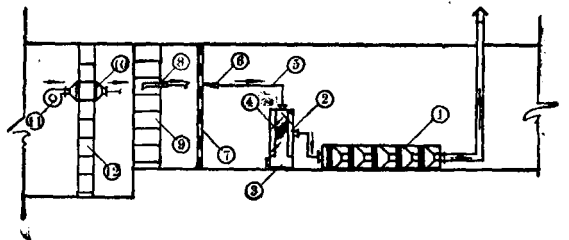

图3 三级过滤装置的清洁装置示意图
5. 不可采用扫刷的方法去清洁煤灰过滤器，因为扫刷时有大量的细小灰尘随着气流进入中、精过滤器，反而增加了中、精过滤器的阻塞。而必须采用吸尘器(参看图3)，利用吸尘器的高真空(有 -200 毫米水柱即可)把吸附在三级过滤器表面上的浮游纤维和灰尘吸掉，这样才能使过滤器保持清洁，防止灰尘二次飞扬。具体周期与方法如下：
(1) 初滤部分：用吸尘器每天清洁一次，每次平均可吸除浮游纤维及尘埃 100~200 克，可大大减少中滤 M-II 型过滤器的阻塞。
(2) 中滤部分：用吸尘器每周清洁一次，每次可吸除黑灰 700~800 克，可使中效过滤器的阻力保持在 4~6 毫米水柱，拆装清洗周期可延长到半年一次，使损坏率从过去不用吸尘器时的 20% 以上降低为 1.5% 左右。
(3) 精滤部分：由于是纸质材料，不能清洗，积尘到饱和状态就要报废(饱和是指阻力达到初阻力的一倍时)。制造厂设计的使用年限为一年。我们使用了吹吸反冲法(参看图3)清洁 JX-20 型精过滤器，一年进行两次，每次可去除吸附在过滤器上的烟尘 80~90%，使其使用寿命延长到 3~4 年。